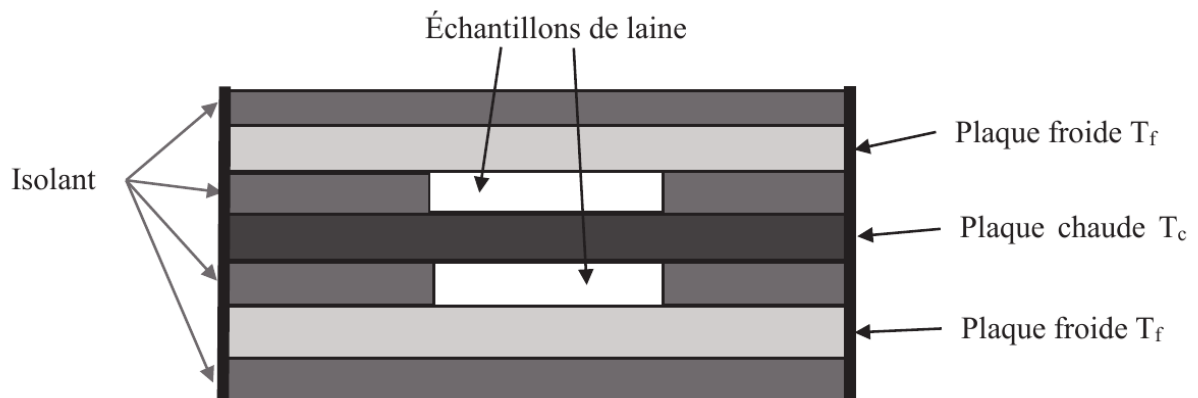

Figure 2 - Principe de la plaque chaude gardée
I.C - On suppose dans cette question que le nombre volumique C en dioxyde de carbone dissous est fixé et que la relation $p_g = p_e + 2A/a$ est vérifiée ; en revanche, l'égalité des potentiels chimiques n'est pas forcément réalisée. Dans ces conditions, la fonction G^* n'est plus fonction que de a . La figure 2 fournit l'allure du graphe de $G^*(a)$ pour $0 \leq a \leq 2a_{eq}$, qu'on ne demande pas de justifier.
On peut mesurer expérimentalement la conductivité thermique de la laine à partir d'un échantillon de celle-ci par la méthode de la plaque chaude gardée (**figure 2**, page 6). L'échantillon est formé de deux « plaques » de laine identiques d'épaisseur e et de surface S séparées par une plaque chaude. Un même flux thermique φ , engendré par effet Joule dans un conducteur électrique inséré dans la plaque chaude, traverse les échantillons. Les plaques d'échantillon sont encadrées chacune par une plaque froide. Les températures T_c, T_f des plaques chaude et froides sont mesurées en régime permanent par des thermocouples.